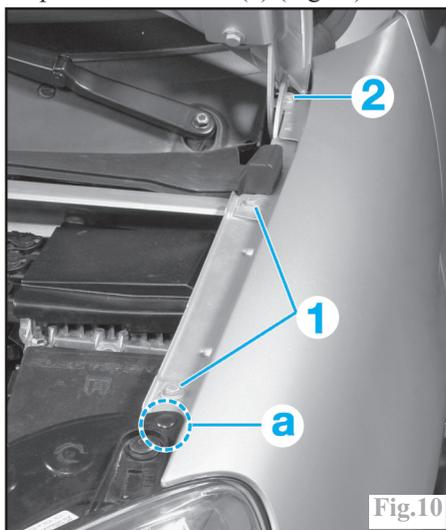

Fig.10
Déposer les deux vis (1) (Fig.10).